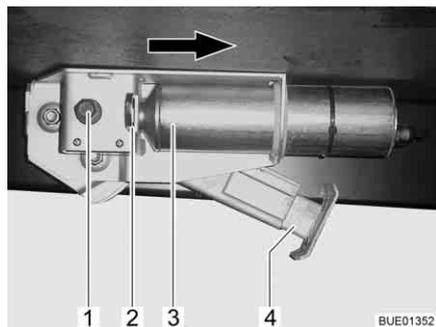

Fig. 37 Piedino di stazionamento elettrico sul veicolo
- Entro 2 secondi, premere il tasto "Estrazione piedino di stazionamento" (Fig. 36,3) e tenerlo premuto finché il piede di sostegno (Fig. 37,4) non appoggia sul pavimento.
- Entro 2 secondi, premere il tasto "Inserimento piedino di stazionamento" (Fig. 36,1) e tenerlo premuto finché il piede di sostegno (Fig. 37,4) non è completamente inserito. Quando il piedino di stazionamento è completamente inserito, viene emesso un segnale di controllo.
- Premere all'interno l'archetto di sicurezza (Fig. 37,2).
- Spostare il motore (Fig. 37,3) nella direzione della freccia fino alla battuta.
- Estrarre o inserire i piedini di stazionamento come piedini meccanici agendo sull'esagono (Fig. 37,1).
Se il disturbo è stato eliminato: Spingere il motore nella direzione inversa alla freccia fino alla sua posizione iniziale. Estrarre l'archetto di sicurezza (Fig. 37,2) fino all'arresto.